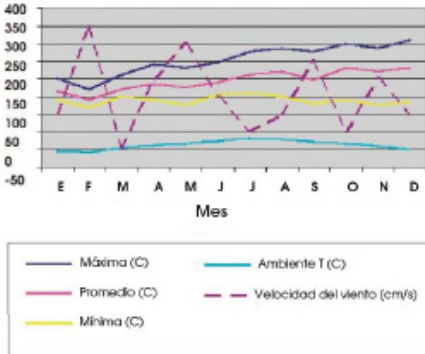

Figura 1
La Figura 1 muestra la estadística de la temperatura medida en un horno una vez al mes en el transcurso de un año (Temperatura máxima, mínima y promedio). Para entender las fluctuaciones de las temperaturas de la superficie se ha graficado también la velocidad del viento en la misma gráfica. El eje vertical (Y) tiene una escala que representa la temperatura en grados Celsius por medio de una línea sólida, la velocidad del viento (en centímetros por segundo) se representa con una línea punteada. Note la correlación directa entre las inspecciones que tienen una alta velocidad de viento y una baja temperatura superficial.